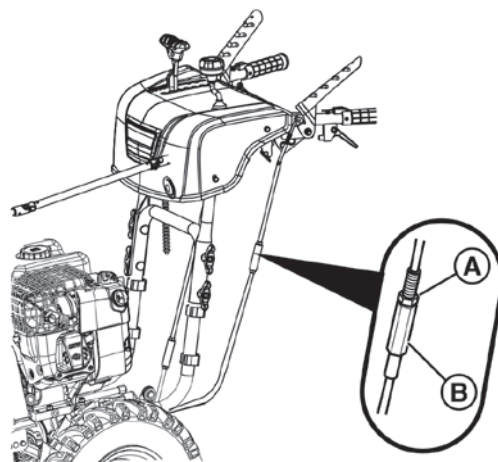

Рис. 27
2. Одним гаечным ключом зафиксируйте регулировочную гайку (B, Рис. 27), а другим ослабьте контргайку (A).
3. Отпустите рычаг рулевого управления. Поворачивайте регулировочную гайку (B) против часовой стрелки или по часовой стрелке до тех пор, пока трос не натянется. Не затягивайте его слишком сильно. Функция управления будет активирована только при расцепленном рулевом управлении.
4. Отрегулировав, зафиксируйте регулировочную гайку (B) и затяните контргайку (A).